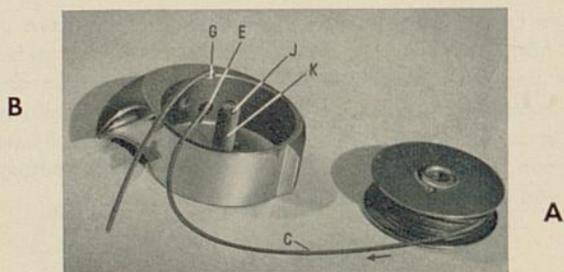
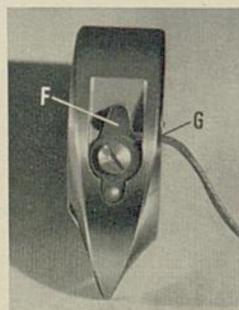
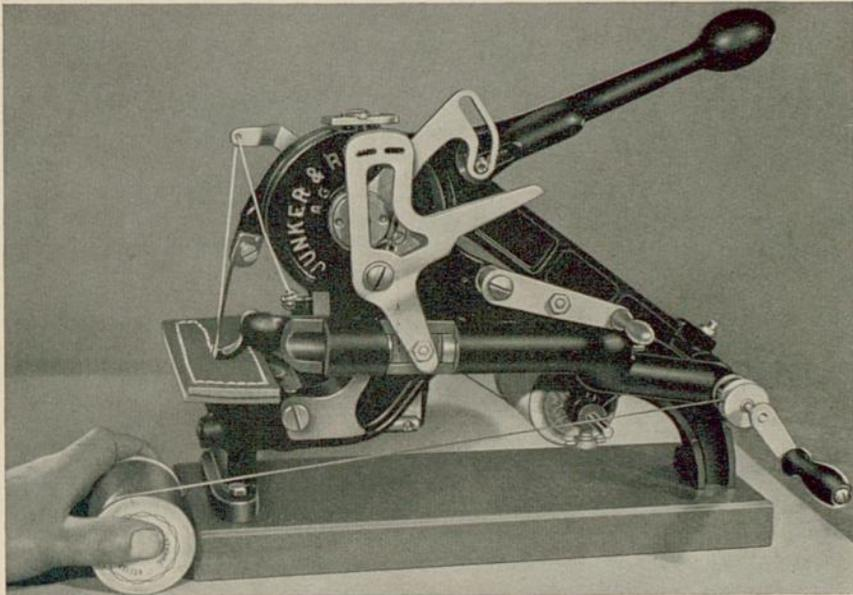

Bild 6
Bild 8
Bild 9
Das Spulchen A (Bild 6), das auf dem mitgelieferten Handspulser (Bild 9) aufgespult werden kann, wird, wie in Bild 6 gezeigt, in das Schiffchen B eingeführt. Dabei ist genau auf den Gang des Fadenweges zu achten. Vor
dem Einlegen der Spule A wird der Faden C durch das Loch E von innen nach außen durchgeführt, unter die Feder F (Bild 8) geklemmt, durch das Loch G wieder herausgezogen. Nun wird die Spule A eingelegt und der Faden durch das Loch J des Führungsbolzen K gezogen (Bild 6). Dabei ist zu beachten, daß sich der Faden in der angegebenen Pfeilrichtung abwickeln muß, d. h. **die Spule muß beim Abrollen gegen die Spitze des Schiffchens laufen.** Darauf wird der Faden angezogen und die Spannung nachkontrolliert.
2. Man spanne evtl. auch den Unterfaden mit Feder F (Bild 8).